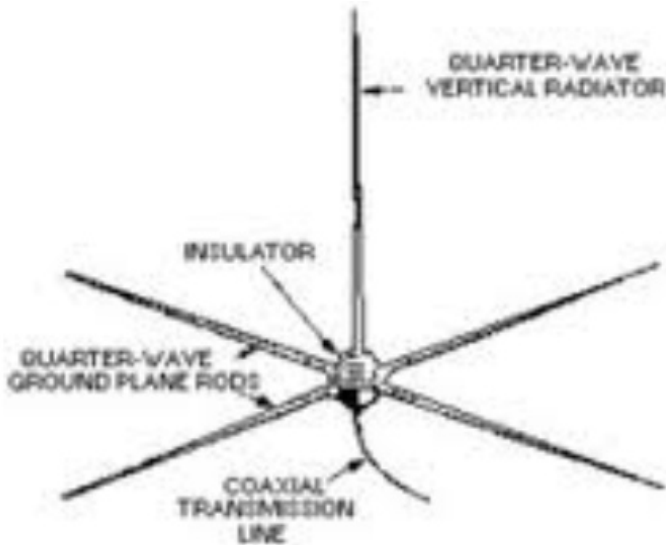

Fig. 4. Een Groundplane antenne zoals deze doorgaans op een mast gemonteerd wordt
van de antenne. Een klassiek voorbeeld van dit type is de Groundplane (GP). Zie fig. 4.